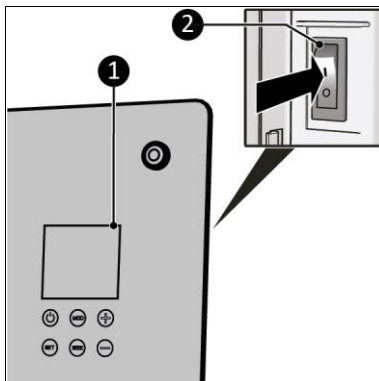

Figura 16
1. Puneți comutatorul ON/OFF în poziția ON (Figura 16, poz. 1).
2. Pe display (Figura 16, poz. 2) se va afișa OFF.